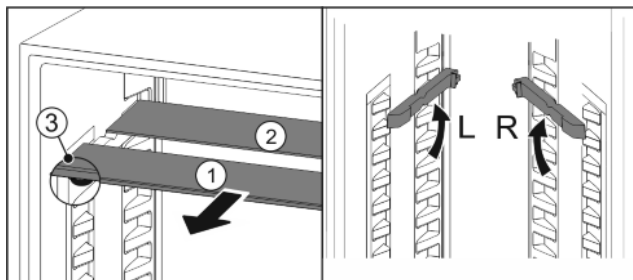

Fig. 23
- Skleněné desky jednotlivě vytáhněte dopředu Fig. 23 (1).
- ▷ Skleněná deska *Fig. 23 (1)* se zarážkami leží vpředu.
- ▷ Zarážky směřují dolů *Fig. 23 (3)*.